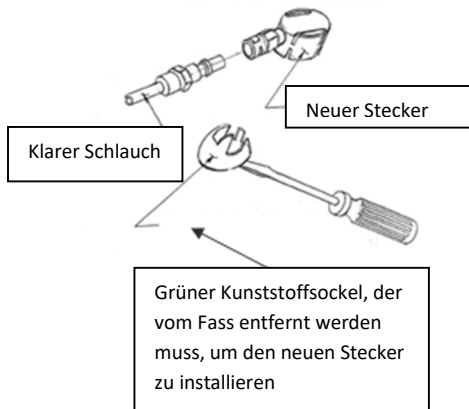

Abbildung 7
1. Entfernen Sie den Adapter vom Druckfass. (Abbildung 7)